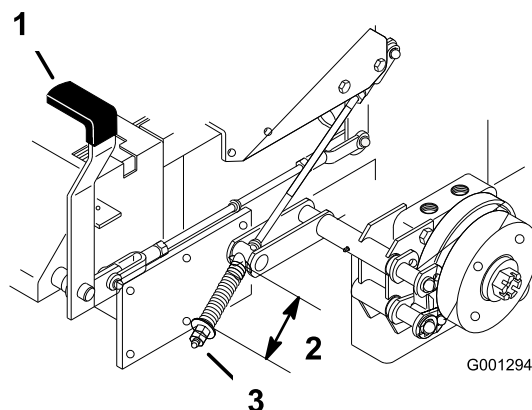

Figura 49
2. Mida la longitud del muelle. La medida debe ser de 64 mm (2-1/2 pulg.) entre las arandelas (Figura 49).
3. Si es necesario un ajuste, quite el freno de estacionamiento, afloje la contratuerca que está debajo del muelle y ajuste la tuerca que está directamente debajo del muelle (Figura 49). Gire la tuerca hasta obtener la medida correcta. Gire la tuerca en el sentido de las agujas del reloj para acortar el muelle y en el sentido contrario a las agujas del reloj para alargar el muelle.